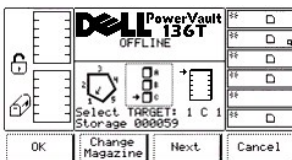

図 36. Command > Move > Position Picker > Change Magazine ダイアログ
- 1 Next ソフトキーの下にあるボタンを選択すると、現在のソースパラメータはコラムからマガジンへ変わり、マガジンの変更ダイアログが表示されます。図 36 を参照してください。